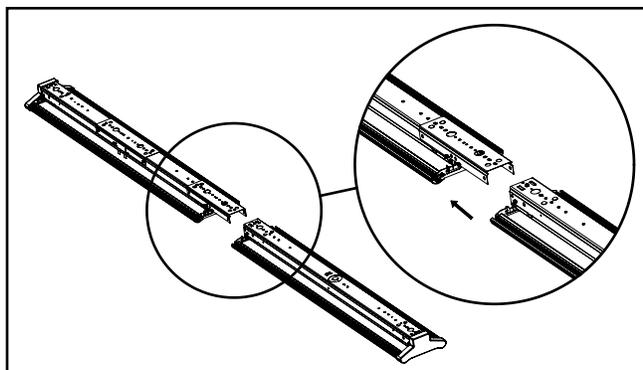

**Figure 10**
- Retirez du canal les vis (6) illustrées ci-dessous. Elles seront réinstallées après l'installation du connecteur du canal. (Figure 10)